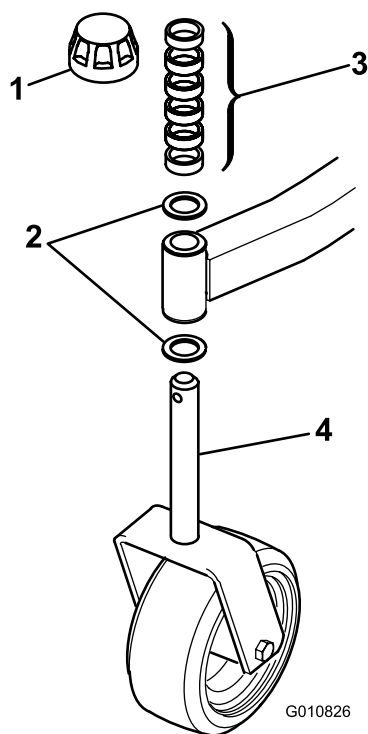
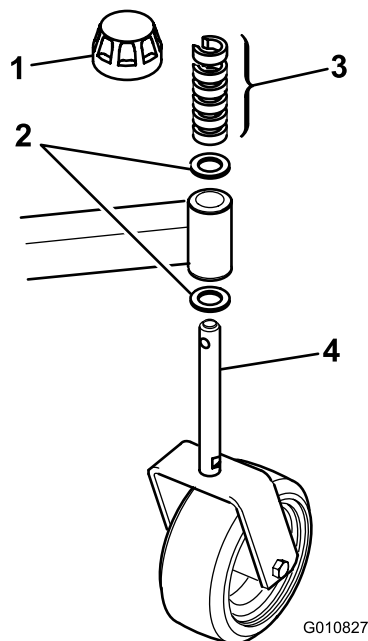

図 2
図 3
1. スピンドルシャフトからテンショニングキャップを外し、スペーサとスラストワッシャを取り出す 図 2 と 図 3。